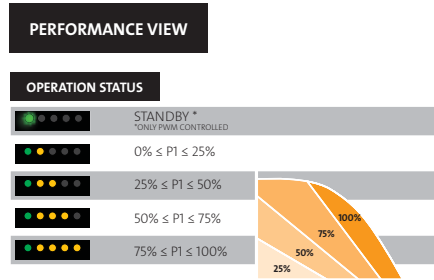

Abb. 19 Betriebsbereich in Abhängigkeit von der Leistungsaufnahme
- Ist die Umwälzpumpe in Betrieb, leuchtet die Meldeleuchte 1 grün. Die vier gelben Meldeleuchten zeigen die aktuelle Leistungsaufnahme, P1, entsprechend der nachfolgenden Tabelle an. Siehe Abb. 19.